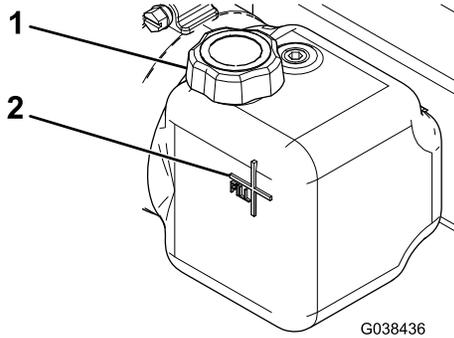

Figura 24
3. Asegúrese de que el fluido se encuentre a la altura de la línea de llenado en el costado del depósito (Figura 24). Si no lo hace, añada más fluido hidráulico; consulte Añadir fluido hidráulico \(página 13\).